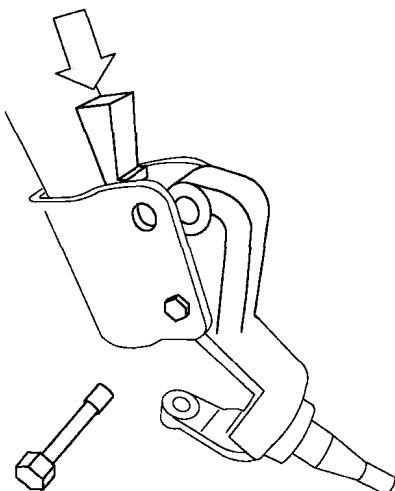

图 1-2 通过可调式滑柱/转向节
1) 调整指导。调整车轮外倾角时，拆下滑柱与转向节上部连接螺栓并松开下螺栓。在转向节与滑柱体之间插入楔形件。用专用细颈螺栓更换上部螺栓。向下敲击楔形件车轮外倾角将变大。见图 1-2。
1) 调整指导。调整车轮外倾角时，拆下滑柱与转向节上部连接螺栓并松开下螺栓。在转向节与滑柱体之间插入楔形件。用专用细颈螺栓更换上部螺栓。向下敲击楔形件，车轮外倾角将变大。见图 1-2。